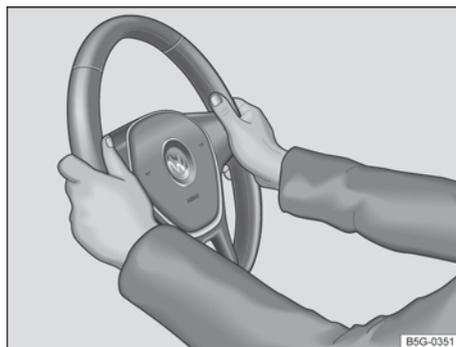

Fig. 54 No volante: posição das nove e três horas.
2. Ajustar o volante de forma que possa ser segurado lateralmente com ambas as mãos, com os braços ligeiramente arqueados, na borda externa (na posição das 9h e 3h) → Fig. 54.